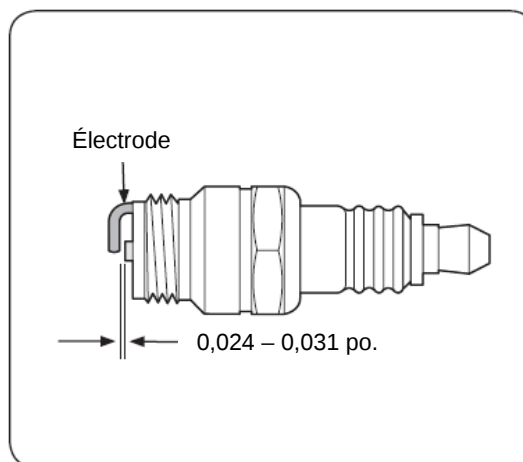

Figure 6-10
3. Mesurez l'écartement de la bougie à l'aide d'une jauge d'épaisseur. Rectifiez si nécessaire en écartant les tiges de l'électrode. Voir la Fig. 6-10. L'écartement doit être réglé entre 0,024 et 0,031 pouce.